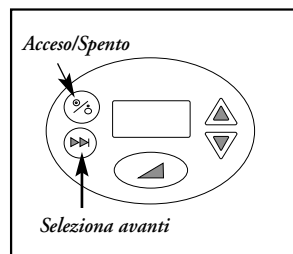

Figura 9
5. Quando ci si sveglia al mattino, premere il pulsante ON[ACCESO]/OFF[SPENTO] per spegnere il soffiante **Figura 9**.
5. Quando ci si sveglia al mattino, premere il pulsante ACCESO/SPENTO per spegnere il soffiante **Figura 9**.